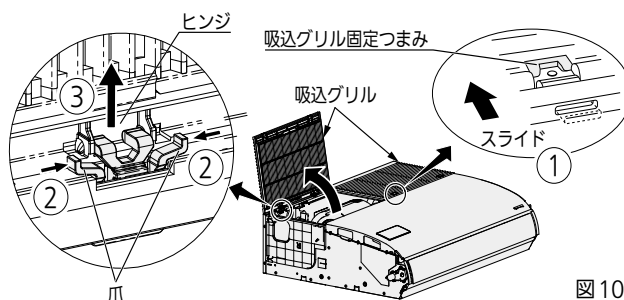

図10
- 7-1. 吸込グリル取りはずし (図10)
- ① 吸込グリル固定つまみ (36～90形:2か所、112～160形:3か所) を矢印方向にスライドし、吸込グリルを開いてください。
- ② 吸込グリルを開いた状態で、後部ヒンジ (36～90形:2か所、112～160形:3か所) の爪をつまんでください。
- ③ 吸込グリルを矢印の方向に引き抜いてください。